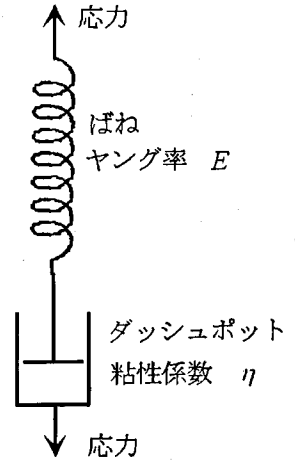

図 4-1
4. 物質の粘弾性的性質を表す模型の1つに、ばねとダッシュポットを直列につないだ Maxwell モデルがある (図 4-1). Maxwell モデルに周期的な応力が作用するとき、その複素弾性率を、ばねのヤング率 E 、ダッシュポットの粘性係数 η 、周期的応力の振幅 σ_0 、歪 ε 、時間 t 、角速度 ω を用いて導きたい。以下の設問(a), (b)に答えなさい。
- (a) 次の文章中の①～⑧に適する数式を記入しなさい。